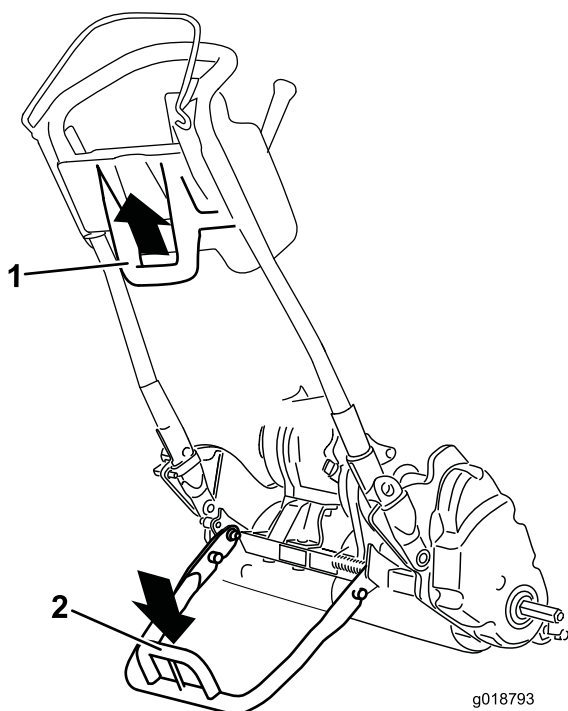

Bild 21
- Wenn Sie den Ständer zur Montage der Transporträder verwenden möchten, senken Sie ihn auf den Boden ab, treten auf die Ständerschleife und ziehen den unteren mittleren Maschinenholm gleichzeitig nach oben und hinten (Bild 21).